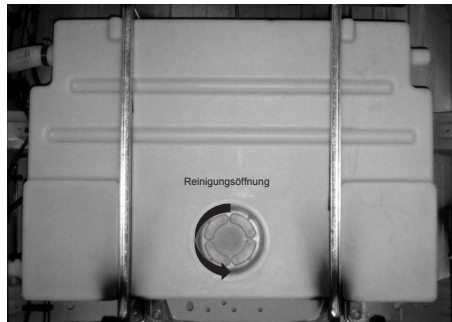

Bild 49 Reinigungsöffnung Frischwassertank (Abb. ähnlich)
- Reinigungsöffnung an der Unterseite ausschrauben und abnehmen (Bild 49). Das Tankinnere ist jetzt zugänglich.